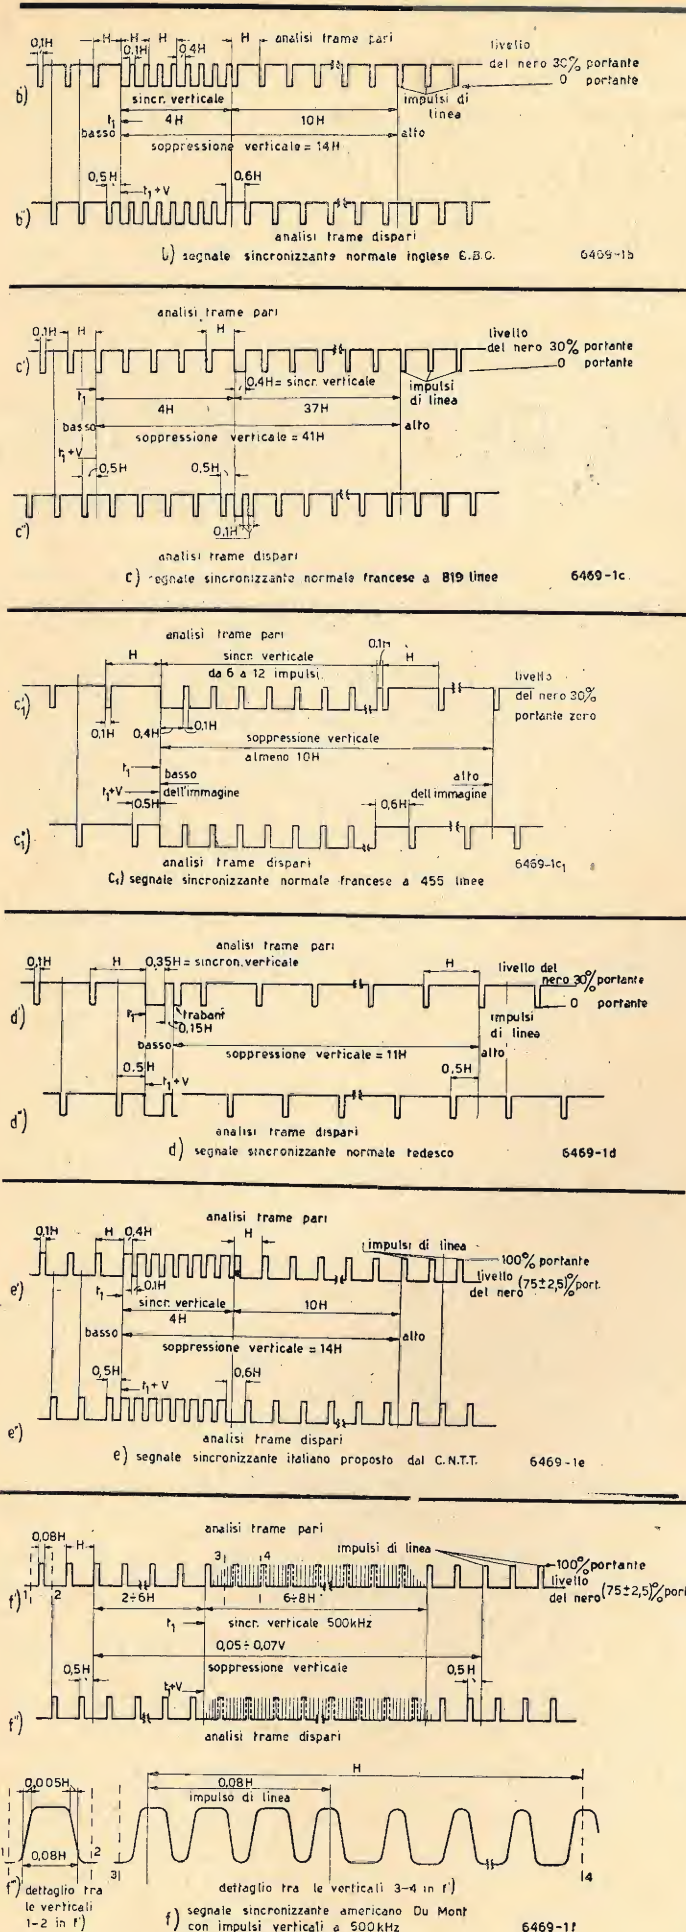

Fig. 1. b), c), d), e), f).
In fig. 1 si sono riportate le forme d'onda per la sincronizzazione televisiva, corrispondenti ai sistemi accennati, attualmente usati nei vari paesi del mondo. Si fa notare che la fig. 1 riproduce solamente la parte relativa ai segnali di sincronismo del segnale video standard di ciascun sistema, mentre non rappresenta la parte relativa al segnale di immagine ed agli impulsi di soppressione orizzontale; degli impulsi di soppressione verticale sono invece indicate la posizione e la durata. Con  $H$  si è designato il periodo orizzontale di linea, ossia l'intervallo di tempo intercedente fra gli inizi di due impulsi consecutivi di sincronizzazione di linea; con  $V$  si è analogamente designato il periodo di trama (posto che tutti i sistemi considerati qui impiegano l'analisi interlacciata), ossia l'intervallo di tempo intercedente fra gli inizi di due successivi impulsi di sincronizzazione verticale per l'analisi dei campi parziali. I valori di  $H$  e  $V$  dipendono dal numero di linee e dalla frequenza di ripetizione verticale.
La fig. 1-a rappresenta la forma dell'onda R.M.A. (Radio Manufacturer's Association) americana relativa alla fine dell'analisi delle trame pari: il segnale video è soppresso per un periodo pari a 19 linee (il numero di linee effettivamente soppresso può variare da un minimo di 13 a un massimo di 21; il primo numero si verifica quando si assume per l'intervallo di soppressione il valore di  $(0,05 - 0,005)V$ , come ammesso in luogo di  $0,075V$ , cui compete il numero 21 quando si consideri anche la tolleranza  $+0,05V$ ). Durante il periodo di soppressione ha luogo il segnale di sincronizzazione verticale, preceduto e seguito da impulsi equalizzatori di periodo  $0,5H$  (ossia di frequenza doppia di quella degli impulsi di linea) per la durata di  $3H$  prima e dopo. L'impulso verticale lungo  $3H$  viene intagliato e suddiviso in 6 impulsi verticali parziali con periodo  $0,5H$  per conservare una perfetta simmetria sia nell'analisi delle trame pari, sia nell'analisi delle trame dispari. Questa simmetria è anzitutto assicurata dagli accennati impulsi equalizzatori, che hanno appunto l'ufficio di simmetrizzare la situazione per modo che l'impulso verticale avvenga nelle identiche condizioni per entrambe le trame di scansione. Il ritorno verticale inizia solo dopo circa  $4H$  dall'inizio della soppressione, ossia dopo 2 dei 6 impulsi parziali verticali. L'istante preciso di tale inizio dipende dal tipo di circuito di scansione adottato e dalla posizione del ramo discendente del
In fig. 1-a relativa all'analisi delle trame pari il primo impulso equalizzatore si verifica dopo l'intero intervallo  $H$  dall'impulso dell'ultima linea utile, perché l'impulso di soppressione verticale inizia praticamente alla fine di questa (col leggero anticipo di  $0,2H$ ); l'ultimo impulso equalizzatore precede di  $0,5H$ , il primo regolare impulso di linea nell'intervallo di soppressione.
Questo stato di cose è rappresentato in fig. 1-a', che differisce dalla 1-a per lo spostamento di mezza linea, mentre il periodo degli impulsi equalizzatori e di sincronismo verticale della durata complessiva di  $9H$  è identico nelle due figure. In fig. 1-a' l'impulso di sincronizzazione verticale inizia al generico istante  $t_1$ , mentre in fig. 1-a'' tale inizio avviene all'istante  $t_1 + V$ . Essendo nello standard R.M.A. negativa la polarità di modulazione, il livello del nero e i picchi di sincronismo corrispondono rispettivamente al  $(75 \pm 2,5)\%$  e al  $100\%$  della portante massima.
In fig. 1-a''' sono mostrate in scala dilatata le forme degli impulsi orizzontali e verticali parziali corrispondenti in fig. 1-a' alle regioni tra le punteggiate 1-2 per gli impulsi di linea e tra le punteggiate 3-4 per gli altri due tipi di impulsi. Si avverte che le tolleranze di  $\pm 0,005V$  per l'intervallo di soppressione verticale e le tolleranze di  $\pm 0,01H$  che affettano alcune durate, sono ammissibili solo per lunghi periodi di tempo e non per cicli successivi di scansione. L'area degli impulsi equalizzatori è circa la metà dell'area dei regolari impulsi di linea. Lo standard R.M.A. adotta 525 linee, frequenza di trama 60 Hz, fre-
La fig. 1-b' rappresenta la forma d'onda adottata nello standard inglese della B.B.C., relativa alla fine dell'analisi delle trame pari. Il segnale inglese non fa uso di extraimpulsu equalizzatori; la necessaria simmetria di posizione per la sincronizzazione verticale essendo assicurata dall'intagliare gli impulsi di quadro. lunghi in totale 4 H, con suddivisioni alla frequenza doppia di quella di linea, cioè dividendo l'impulso di quadro in 8 impulsi parziali verticali ad ogni mezzo linea. Ciascun impulso parziale verticale dura 0,4 H ed è distanziato dal successivo di 0,1 H. La durata degli impulsi orizzontali di linea è di 0,1 H. Tutti gli impulsi hanno forma rettangolare. La durata della soppressione verticale è di almeno 14 linee, di cui 4 vanno perse durante gli 8 impulsi parziali verticali e le altre 10 per lasciare il tempo agli oscillatori a denti di sega di riassetarsi per il ristabilimento delle normali condizioni di scansione; a questo scopo gli impulsi orizzontali di linea sono mantenuti per tutta la durata della soppressione. In fig. 1-b' il primo impulso parziale inizia dopo l'intero periodo H dall'ultimo impulso regolare di linea utile, perché esso deve iniziare praticamente alla fine di quest'ultima; per la stessa ragione il primo impulso regolare di linea, durante la soppressione, inizia a 0,1 H dalla fine dell'ultimo impulso parziale di quadro. La fig. 1-b'' rappresenta la situazione alla fine dell'analisi delle trame dispari e differisce dalla figura 1-b' per lo spostamento di mezza linea in seguito all'interlacciamento. Allora in fig. 1-b'' l'inizio del primo impulso parziale di quadro dista di 0,5 H dall'impulso di linea utile; il primo impulso regolare orizzontale inizia a 0,6 H dalla fine dell'ultimo impulso parziale di quadro. Il periodo di 4 H in cui si verificano gli 8 impulsi parziali è identico nelle due figure. Nell'analisi delle trame pari il sincronismo verticale inizia all'istante  $t_1$  che coincide anche coll'inizio dell'intervallo di sincronizzazione (fig. 1-b'); nell'analisi delle trame dispari esso inizia all'istante  $t_1 + V$  (fig. 1-b'').
La fig. 1-c' rappresenta la forma d'onda dello standard francese ad alta definizione relativa all'analisi delle trame pari. L'impulso di sincronizzazione di quadro è unico e dura 0,4 H; non si fa uso di extra-impulsi di equalizzazione; l'intervallo di soppressione elimina ad ogni trama 41 linee ed inizia 4 H prima dell'istante  $t_1$  di inizio dell'impulso di quadro, che in fig. 1-c' rimpiazza uno dei regolari impulsi di linea; questi ultimi sono mantenuti durante tutto il periodo di soppressione. In fig. 1-c'' è rappresentata la situazione alla fine dell'analisi delle trame dispari; al solito la differenza tra le due figure correlative consiste nello spostamento di mezza linea dovuto all'interlacciamento; così se in fig. 1-c' l'intervallo di soppressione principia coll'inizio dell'impulso orizzontale dell'ultima linea utile e termina coll'inizio dell'impulso della prima linea utile della trama successiva, in fig. 1-c'' gli estremi dell'intervallo di soppressione capitano a metà intervallo di linea relativamente alle corrispondenti linee utili; l'impulso di quadro in fig. 1-c'' inizia all'istante  $t_1 + V$  alla distanza 0,5 H tra due successivi impulsi di linea. Tutti gli impulsi sono rettangolari. La semplicità dello standard francese è evidente e, data la sua perfetta efficienza, rappresenta una forma evoluta di sincronizzazione, che torna ad onore della tecnica televisiva in Francia. La polarità della modulazione assunta nello standard francese è la positiva; il livello del nero è pari al 30% della massima portante ed il picco di sincronismo coincide con la portante nulla.
E' noto che lo standard ad alta definizione (819 linee) di fig. 1-c è stato ufficialmente adottato in Francia con due decreti governativi nel 1949. La televisione francese prima di questa data si valeva di uno standard a media definizione a 455 linee interlacciate, 50 trame al sec, trasmissione positiva. Siffatto sistema coesiste attualmente col sistema a 819 linee, e poiché continuerà a funzionare per molti anni si ritiene utile di riportarlo in fig. 1-c1. La situazione alla fine dell'analisi delle trame pari è rappresentata in fig. 1-c1 relativa all'istante  $t_1$ , dalla quale si deduce: 1) il periodo di soppressione verticale non deve essere inferiore alla durata di 10 linee; 2) l'impulso di sincronizzazione verticale ha una durata variabile entro ampi limiti con un minimo di 3 H e un massimo di 6 H; 3) l'impulso di sincronizzazione verticale inizia contemporaneamente alla soppressione verticale a distanza H dall'ultimo impulso orizzontale di linea attiva; 4) l'impulso verticale viene intagliato con impulsi larghi della durata di 0,4 H ciascuno e distanziati tra loro di 0,1 H, a frequenza doppia di quella di linea; gli impulsi larghi svolgono anche la funzione di equalizzatori;
5) gli impulsi di linea hanno durata 0,1 H; 6) il livello del nero è mantenuto costante al 30% della portante massima. La fig. 1-c1 essendo relativa alla fine dell'analisi delle trame dispari (istante  $t_1 + V$ ) è analoga alla fig. 1-c1 con la differenza che la regione dello spegnimento verticale è spostata di mezza linea, per cui il primo impulso largo sincronizzante verticale inizia alla distanza H/2 dall'ultimo impulso orizzontale di linea attiva; analogamente il 1° impulso regolare di linea segue l'ultimo impulso largo alla distanza di  $(0,1 + 0,5) H$ .
La fig. 1-d' rappresenta la forma d'onda del segnale normale tedesco relativa alla fine dell'analisi delle trame pari. Anche qui si ha un solo impulso di sincronizzazione verticale il cui inizio all'istante  $t_1$  (alla distanza di H dall'impulso dell'ultima linea attiva) coincide coll'inizio del periodo di soppressione, che dura 11 linee.
L'impulso verticale dura 0,35 H, mentre la durata degli impulsi orizzontali è di 0,1 H. Tutti gli impulsi sono di forma rettangolare. La fig. 1-d'' rappresenta la situazione alla fine dell'analisi delle trame dispari, dove a motivo dell'interlacciamento, si verifica, al solito, lo spostamento di mezza linea tra l'impulso dell'ultima linea utile e il principio dell'intervallo di soppressione (istante  $t_1 + V$ ). Poiché gli impulsi orizzontali sono mantenuti per tutto questo tempo, in fig. 1-d'' si verifica un impulso di linea a 0,15 H dalla fine di quello di quadro, ossia a metà linea dall'inizio di quest'ultimo. Si rende allora necessario ripetere questa stessa configurazione anche alla fine delle trame pari, perciò viene emesso un unico extra-impulso di equalizzazione alla distanza di 0,15 H dalla fine dell'impulso di quadro nell'analisi delle trame pari. Questo extraimpulso, che non ha corrispondente nell'analisi delle trame dispari, si chiama con parola tedesca «Trabant» ossia satellite. Salvo il particolare del *trabant* lo standard tedesco è assai somigliante a quello francese, anche per la polarità di modulazione che è positiva, per cui il livello del nero è al 30% della portante max e il picco di sincronismo corrisponde a zero portante. Una differenza tra i due segnali è che nel francese il periodo di soppressione inizia 4 H prima dell'impulso di quadro, mentre nel segnale tedesco i due principi coincidono.
La fig. 1-e' e 1-e'' rappresentano le forme d'onda relative alla fine delle trame pari e rispettivamente delle trame dispari, proposte dal C.N.T.T. per la televisione italiana. Notando che questi segnali sono analoghi a quelli dello standard inglese non stenteremo a ripetere tutto quanto si è detto sopra a proposito di questo, ma mettiamo in rilievo le differenze intercedenti: il sistema italiano adotta 625 linee, anziché 405, e la modulazione negativa anziché la positiva. In conseguenza il livello del nero corrisponde al  $(75 \pm 2,5)\%$  della portante massima e il picco di sincronismo al 100% della stessa;  $H = 1/(625 \times 25) \approx 64 \mu\text{sec}$ ;  $V = 1/50 = 0,02 \text{ sec}$ .
La fig. 1-f' rappresenta la forma d'onda sincronizzante studiata dalla Du Mont in America. Questo sistema si differenzia nettamente da tutti gli altri e fa parte a sé, pur acconsentendo l'uso, con modestissime modifiche, dei normali ricevitori del commercio previsti per la ricezione secondo lo standard R.M.A. di fig. 1-a. Il principio nuovo escogitato dalla Du Mont consiste nel fare uso di impulsi ad alta frequenza per la sincronizzazione verticale. Precisamente la frequenza adottata è il multiplo della frequenza di linea più vicino al valore di 500 kHz, per cui il sistema è brevemente designato col nome di *segnale ad impulsi verticali a 500 kHz*.
La fig. 1-f' mostra il segnale sincronizzante alla fine dell'analisi della prima trama. L'intervallo di soppressione è variabile da 0,05 V a 0,07 V; l'impulso di sincronizzazione verticale dura da 6 a 8 linee ed inizia da 2 a 6 linee dopo il principio della soppressione. In fig. 1-f'' è visibile la situazione alla fine della seconda trama. Nelle due figure gli impulsi di linea sono mantenuti per tutto il tempo della soppressione. In fig. 1-f'' sono rappresentati i dettagli in scala dilatata degli impulsi orizzontali e degli impulsi a 500 kHz come avvengono nelle regioni com-
8) Prove eseguite col trasmettitore di alta potenza dell'Empire State hanno dimostrato che il tipo di segnale di fig. 1-f è più efficiente del tipo normale R.M.A. soprattutto nella stabilità della sincronizzazione del quadro in presenza di segnali deboli e di disturbi in località lontane dal trasmettitore.